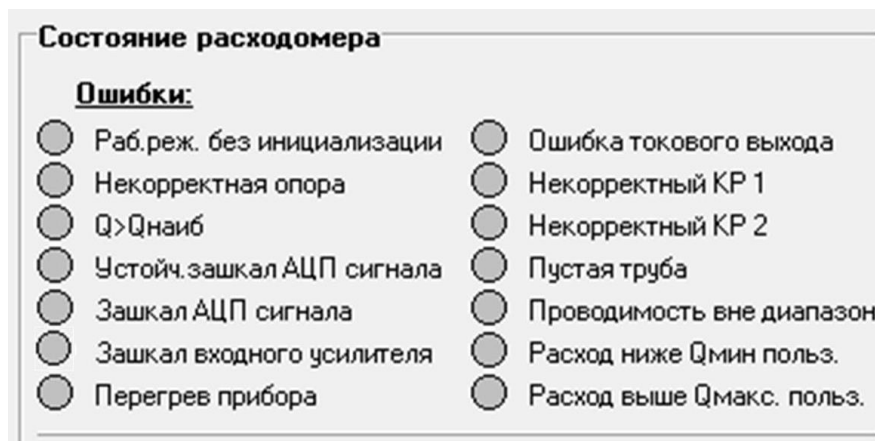

Рис.25. Вид индикации сообщений об ошибках.
4.1. Неисправности (ошибки) и нестандартные ситуации, диагностируемые расходомером, отображаются в группе **Состояние расходомера** на вкладке **Измерения** (рис.25).